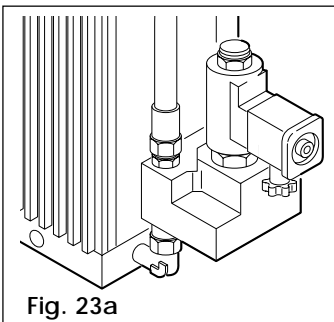

Fig. 23a
**AUTOMATIC EMERGENCY RELEASE (Fig. 23a)**